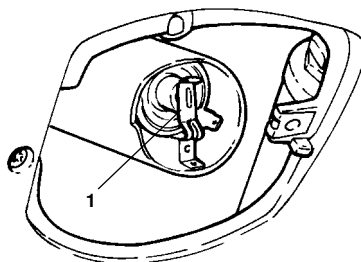

Fig. 45
- Die Sperrfeder (1 - Fig. 45) verstellen und die durchgebrannte Birne herausziehen.